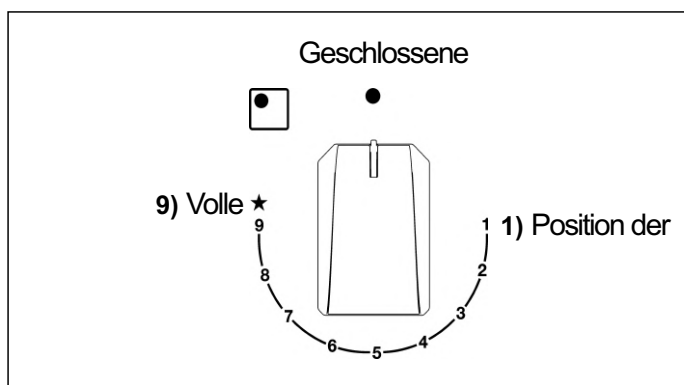

ABB. 1
Drücken und drehen Sie den Knopf, der dem gewünschten Brenner entspricht, gegen den Uhrzeigersinn, bis er die volle Einschaltposition erreicht  (Position 9 Abb. 1). Drücken Sie dann den Knopf. Der Hahn ist mit einer Skala von 9 Positionen ausgestattet, bei jedem Klicken wird die Flamme reduziert, bis Sie die Position 1 erreichen, d.hh die minimale Gaszufuhr.
Die Drehknöpfe der Brenner mit Flammenwächter müssen gegen den Uhrzeigersinn gedreht werden, bis sie die volle Einschaltposition (Position 9, Abb. 1) erreichen und zum Stillstand kommen. Drücken Sie nun den entsprechenden Knopf und wiederholen Sie die zuvor beschriebenen Vorgänge.
- Wenn der Topf zum Kochen kommt, stellen Sie den Drehknopf auf die reduzierte Position (Position 1, Abb. 1).
- **Brenner mit Flammenwächter dürfen nur gezündet werden, wenn der entsprechende Knopf auf der vollständig eingeschalteten Position steht (Position 9, Abb. 1).**